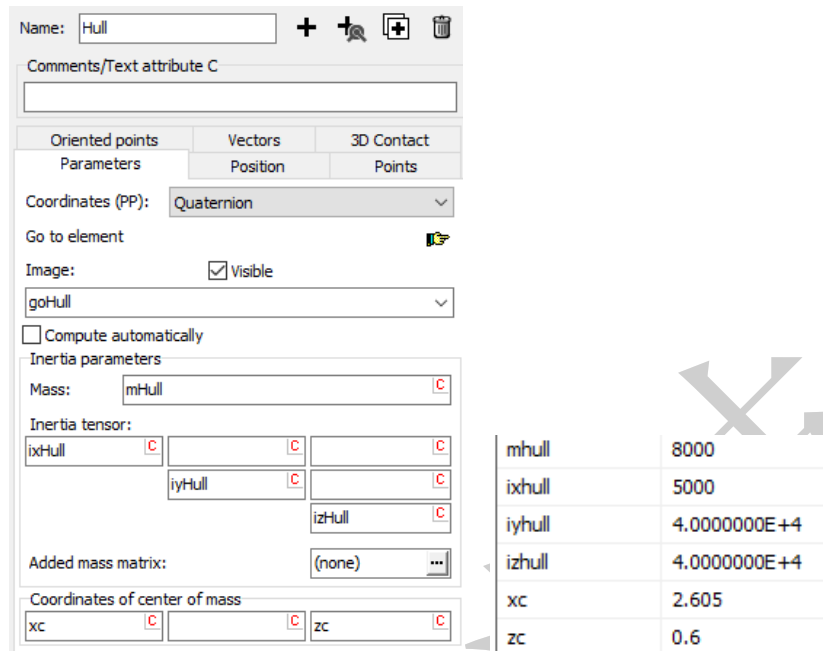

图 1.26
4. 设置参数化的刚体的质量、转动惯量和质心坐标参数，如图 1.26 所示。